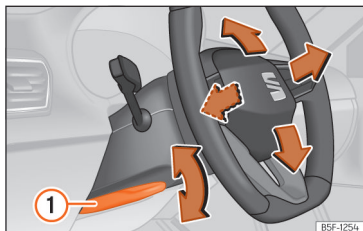

Abb. 86 Hebel auf der linken unteren Seite der Lenksäule.
• Hebel »» (Abb. 86) ① nach unten schwenken, Lenkrad in die gewünschte Position bringen und Hebel wieder bis zum Schließpunkt nach oben drücken.
• Den Hebel »» (Abb. 86) ① nach dem Einstellen immer fest nach oben schwenken, damit das Lenkrad während der Fahrt nicht unbeabsichtigt seine Position verändert.